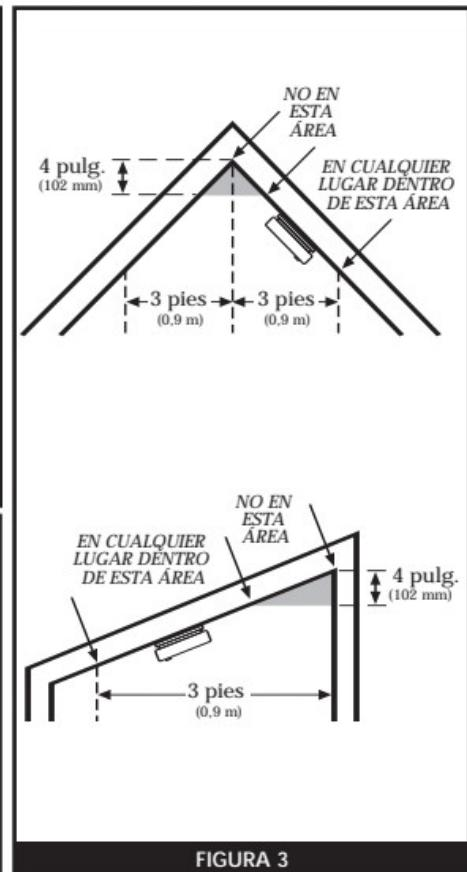

FIGURA 3
- Instale las alarmas contra humo en cielos rasos con pendiente, a dos vertientes o catedral, a 3 pies (0.9 m), o menos, del punto más alto (medido horizontalmente). La NFPA 72 señala que "las alarmas contra humo en habitaciones con cielos rasos con pendientes de más de 1 pie en 8 pies (0.3 m en 2.4 m), medido horizontalmente, se deben ubicar en el lado más alto de la habitación". La NFPA 72 señala que "las alarmas en hilera deben estar separadas y se deben ubicar a menos de 3 pies (0.9 m) del vértice del cielo raso medido horizontalmente" (consulte la Figura 3).